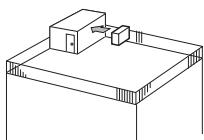

Fig. 2-2
- ① Richt de luchtinlaat naar de dichtstbijzijnde muur, op ongeveer 35 cm van de muur. (Fig. 2-2)